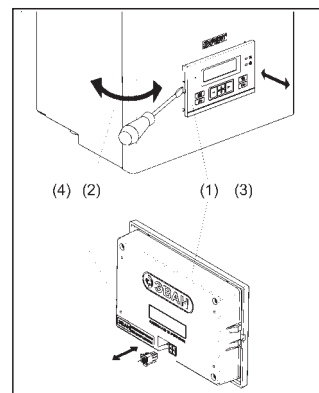
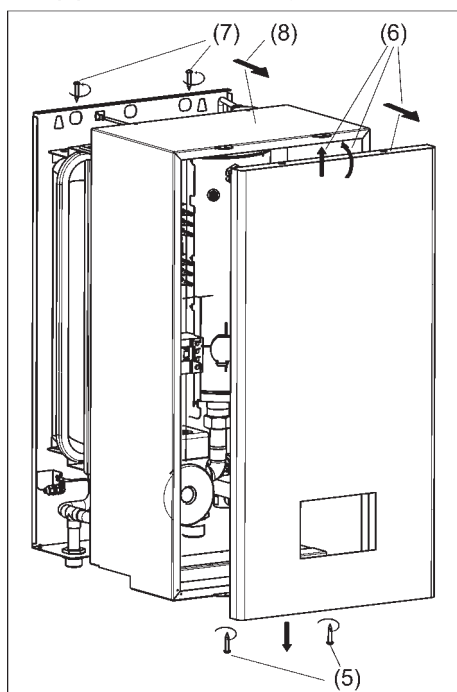

Рисунок 5. Снятие блока управления
Рисунок 6. Снятие лицевой панели и кожуха
(1) Аккуратно подденьте плоской отвёрткой место примыкания блока управления и лицевой панели (см. рис. 5).
(2) Выдвиньте блок управления на себя.
(3) Отсоедините кабель с разъёмом от блока управления. Кабель подсоединён с тыльной стороны блока управления.
(4) Уберите блок управления в сторону в безопасное место.
(5) Открутите отвёрткой два самореза с нижнего торца лицевой панели (см. рис. 6).
(6) Снимите лицевую панель и уберите её в сторону, при этом исключите возможность её повреждения (деформирования).
6) Аккуратно снимите блок питания и лицевую панель, исключив возможность их повреждения (см. рис. 5, рис. 6).